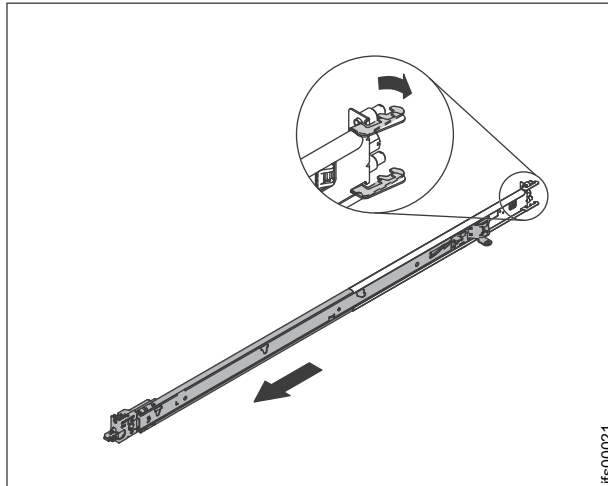

図 27. 背面のスライド・レールのフックを開く
3. それぞれのスライド・レールには、R (右) または L (左) のいずれかのマークが付いています。スライド・レールのどちらかを選択して、後部ブラケットを最後部まで引きます。スライド・レールにつまみねじが付いている場合は、つまみねじを取り外します。44 ページの図 27を参照してください。